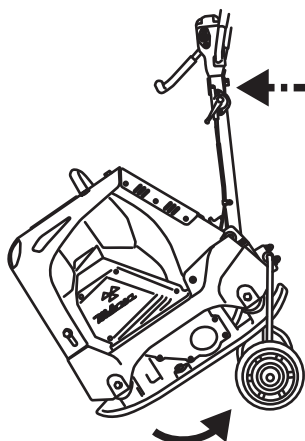

図 25
1. 転圧盤の先端を接地させ、ハンドルを前に押し、車輪を浮かします。(図25)